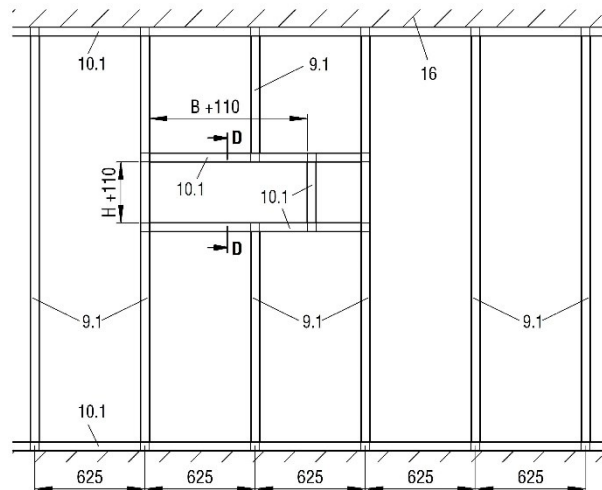

Figure 21 : Ossature métallique avec les chevêtres nécessaires pour le montage à sec avec cadre de montage ER-P1
- Réaliser l'ossature métallique et le mur conformément aux instructions du constructeur du mur et aux modifications nécessaires selon Figure 21. Prévoir un évidement pour l'installation du BKP-EN avec cadre de montage, type ER-P1 (pos. 17).
- Réaliser l'intrados (pos. 20.1) sur tout le pourtour à l'aide des plaques en placoplâtre GKF 20 mm et les visser sur tous les côtés du cadre en profilés métalliques (pos. 19.1 - fixation : par ex. vis à fixation rapide $\varnothing 3,5 \times 35$ mm ; distance entre les vis ≤ 250 mm, mais au moins 2 vis par côté).
- Le clapet coupe-feu est monté sur les côtés B (en haut et en bas) à l'aide de deux pattes de fixation (pos. 18 : 4 vis par clapet) sur la structure portante (profilés pour chevêtre - pos. 10.1). Chacune des pattes de fixation est fixée sur la structure portante à l'aide de 2 vis de fixation rapide (pos. 19.2 par ex. $\varnothing 5,5 \times 90$ mm ;).